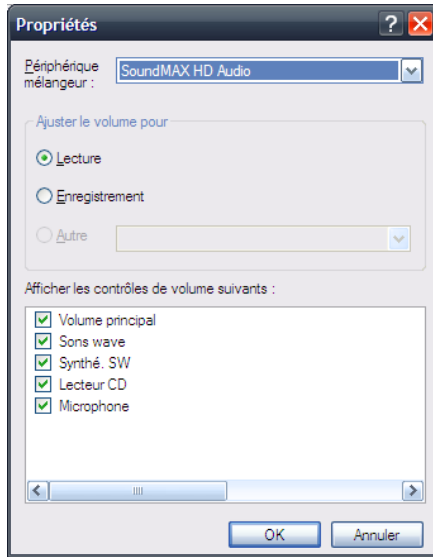

Fig 1.2
- 2) Dans le menu « Options->Propriétés », sélectionner le canal qui sera utilisé pour la lecture. Cf figure 1.2. Cliquer OK.